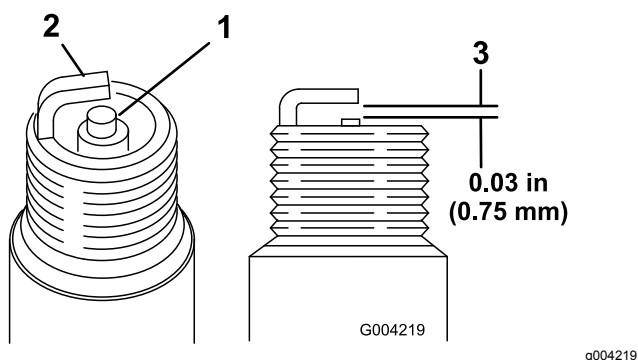

Рисунок 27
1. Осмотрите середину обеих свечей зажигания (Рисунок 27). Если на изоляторе замечен светло-коричневый или серый налет, то двигатель работает должным образом. Черный налет на изоляторе обычно означает, что загрязнен воздухоочиститель.
2. Проверьте зазор между центральным и боковым электродами (Рисунок 27).
3. Если зазор неправильный, отогните боковой электрод (Рисунок 27).